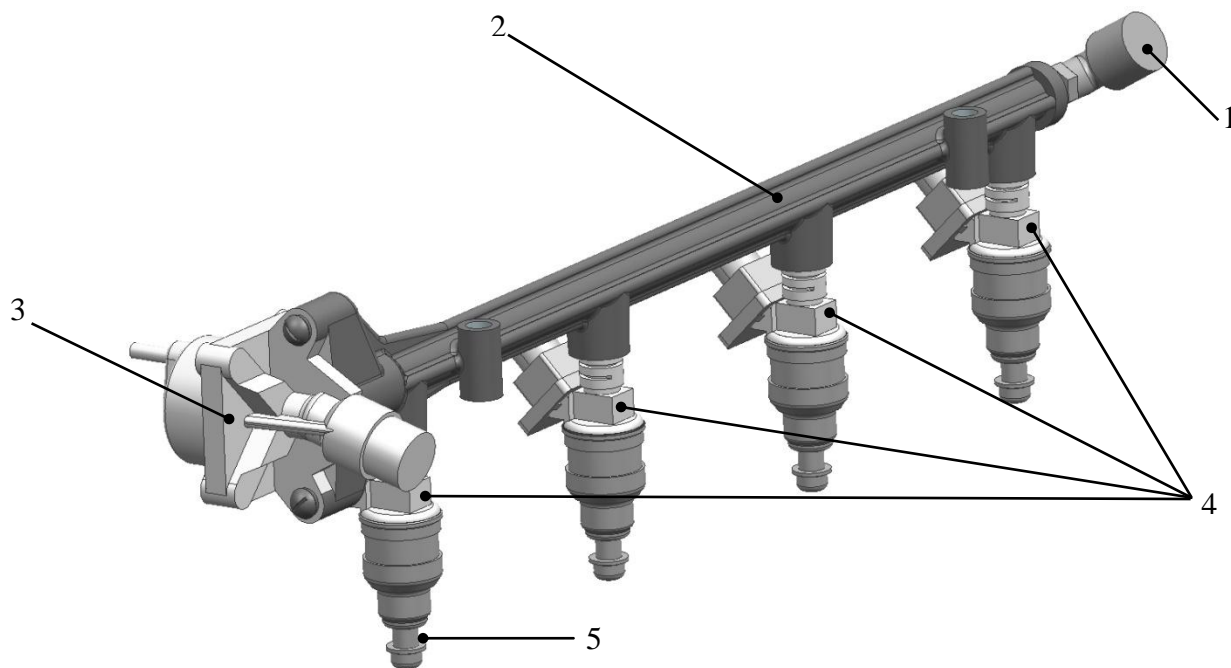

Рис.37. Топливная рампа с форсунками
**Топливная рампа и форсунки** (рис.37) - из алюминиевого сплава, цилиндрического сечения. Топливная рампа с четырьмя форсунками закрепляется на впускной трубе двумя болтами.